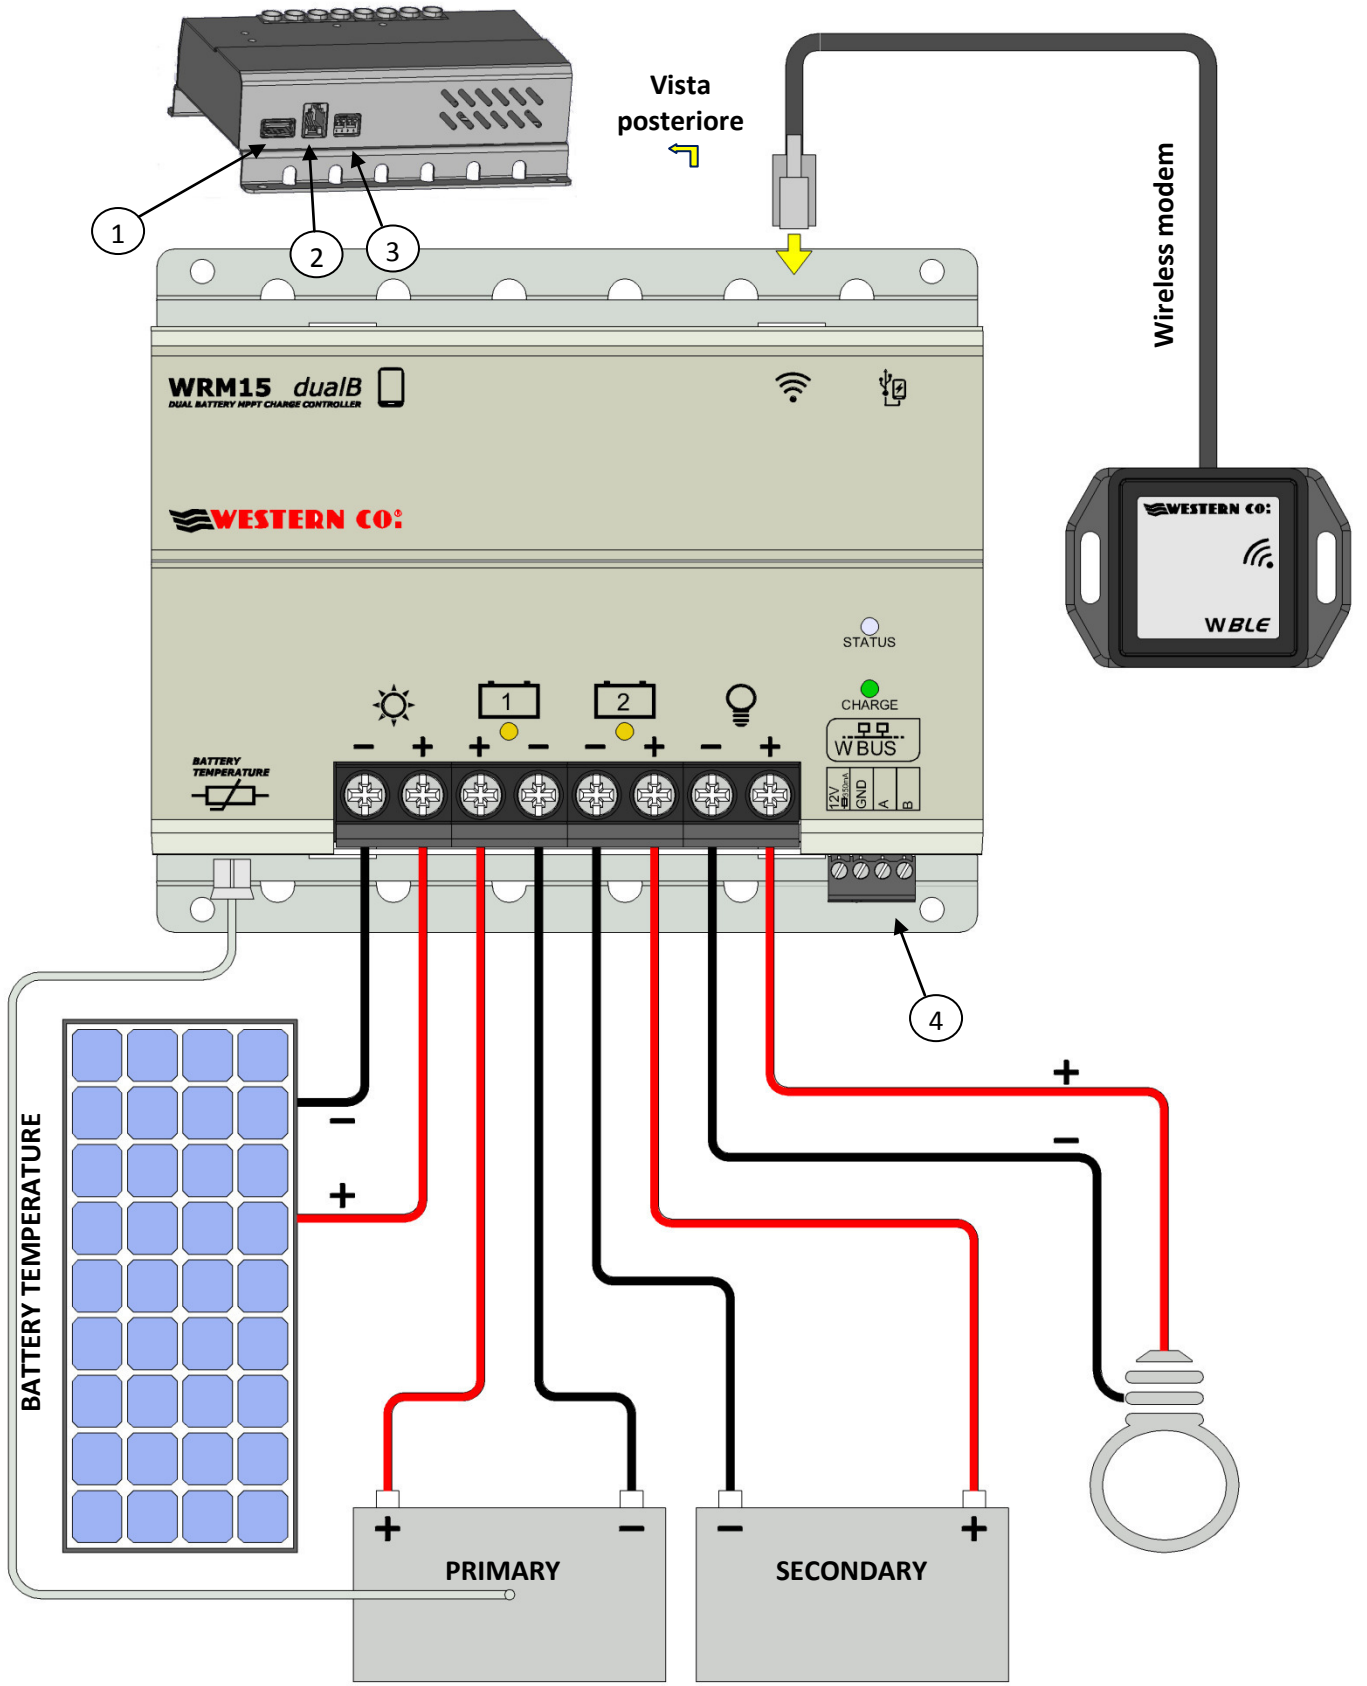

Fig. 2 Schema di collegamento
- 2) Collegare nell'ordine: carico, sonda per misura temperatura batteria (in dotazione), modulo PV e per ultimo la batteria primaria (battery 1) come nello schema fig. 2. Alla connessione della batteria il regolatore si accende e inizia a funzionare. Impiegare sezioni di cavo appropriati come indicato in fig. 2. Il **WRM15 dualB/dualB-E** riconosce automaticamente la tensione nominale di batteria e adegua di conseguenza le sue soglie di funzionamento.